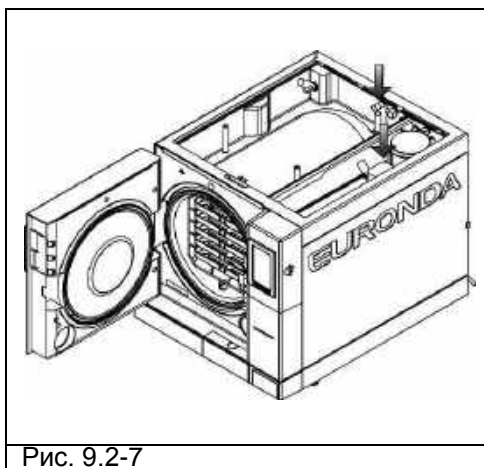

Рис. 9.2-7
- Отсоедините фильтры грязной воды (Рис. 9.2-7) и очистите их от отложений при помощи проточной воды, затем установите новый резервуар, поместив их правильно.